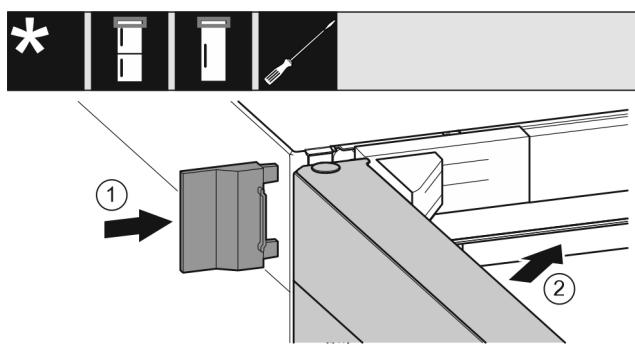

Fig. 21
- Нахлузете външния капак. Fig. 21 (1)
- Затворете горната врата. Fig. 21 (2)